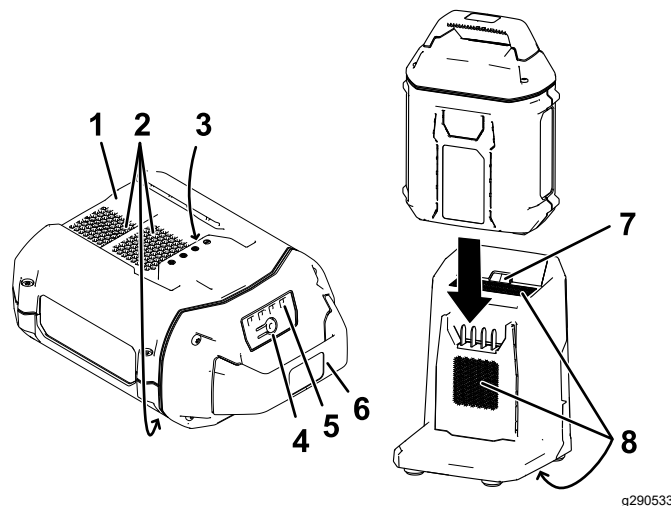

Figura 15
2. Alinee el hueco de la batería (Figura 15) con la lengüeta del cargador.
3. Introduzca la batería en el cargador hasta que esté completamente asentada (Figura 15).